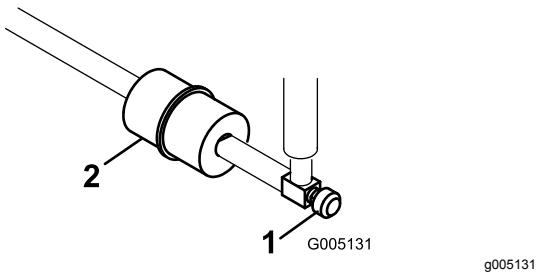

图30
内置式滤清器放置到油箱与化油器之间的燃油管内 图30。
- 关闭燃油切断阀拧松滤清器化油器侧的软管夹然后从滤清器中取出燃油管线 图30。
- 在过滤器下面放置一个放油盘拧松剩余的软管夹然后拆下过滤器 图30。